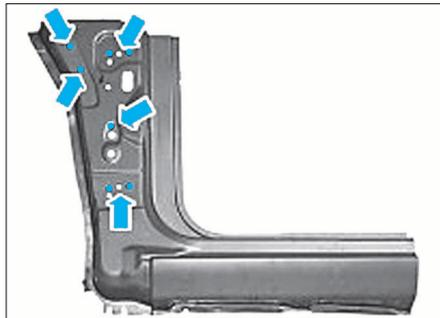

FIG. 36
- Percer le pied avant avec un foret Ø 10mm aux endroits prévus (Fig.36) afin de l'assembler par bouchonnage.